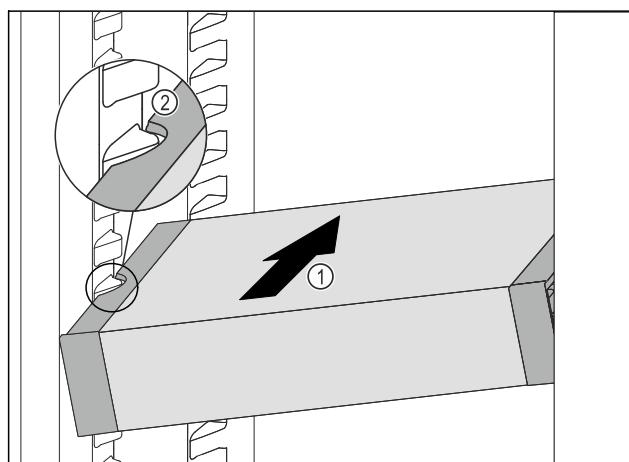

Fig. 104
- VarioSafe zasúvajte šikmo do chladničky Fig. 104 (1), kým sa bočné vybrania Fig. 104 (2) VarioSafe nebudú nachádzať vo výške rebra nádoby v chladničke.